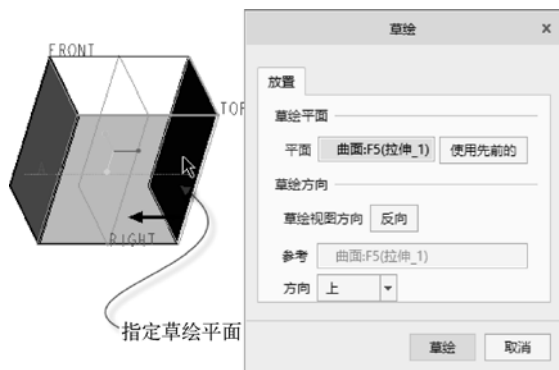

图 6-64 选择草绘平面
(1) 单击  (拉伸) 按钮，打开“拉伸”选项卡，暂时接受默认的钣金件切口设置。
(2) 在“拉伸”选项卡上打开“放置”面板，接着单击“放置”面板上的“定义”按钮，弹出“草绘”对话框。选择图 6-64 所示的钣金曲面作为草绘平面，接受默认的草绘方向参考，单击“草绘”按钮，进入草绘器。